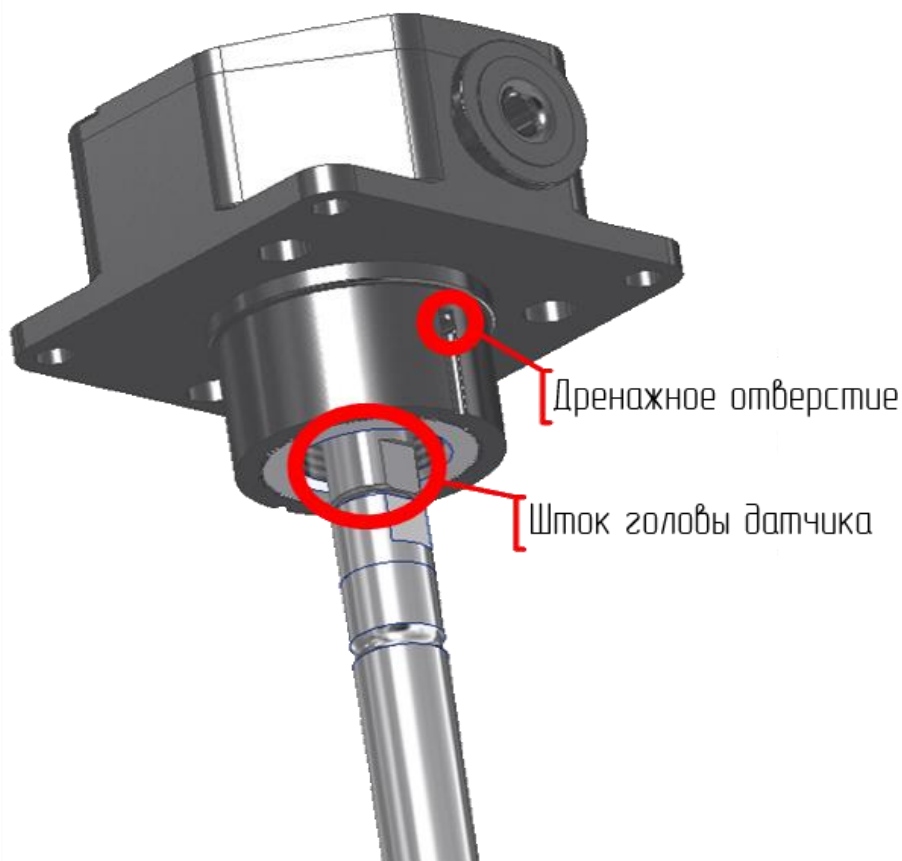

Рисунок 12. Монтаж внутренней трубки на шток
- Закрутить в шток головы датчика шпильку для соединения внутренней трубки (Рис.12);
- Прикрутить внешнюю трубку датчика. При этом, дренажные отверстия, расположенные на голове датчика (Рис. 12), не должны быть перекрыты трубкой;